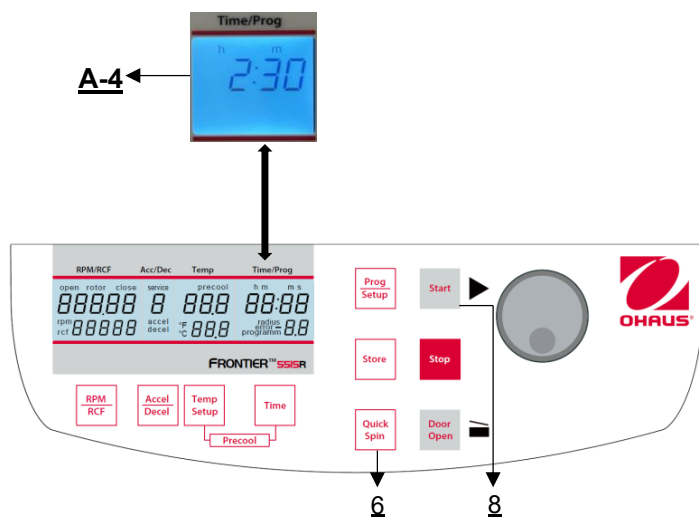

Figure 26
Vous pouvez démarrer la centrifugeuse soit avec la touche **"Start"** (8), soit avec la touche **"Quick Spin"** (6) (voir figure 26). La touche **"Start"** (8) permet de démarrer des cycles mémorisés ou des cycles dont les paramètres sont présélectionnés manuellement. La centrifugeuse s'arrête automatiquement à la fin de la durée de fonctionnement présélectionnée. La touche **"Quick Spin"** (6) permet de lancer des cycles qui ne durent que quelques secondes.